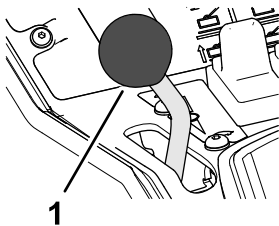

Figura 6
- Per aumentare il regime del motore, spostate la leva di comando dell'acceleratore (Figura 6) in avanti.